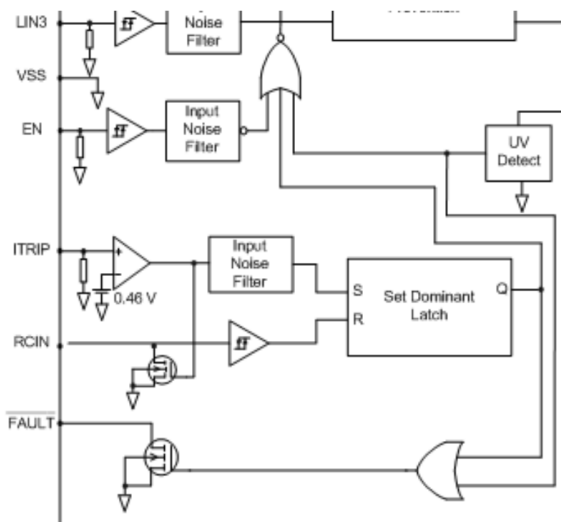
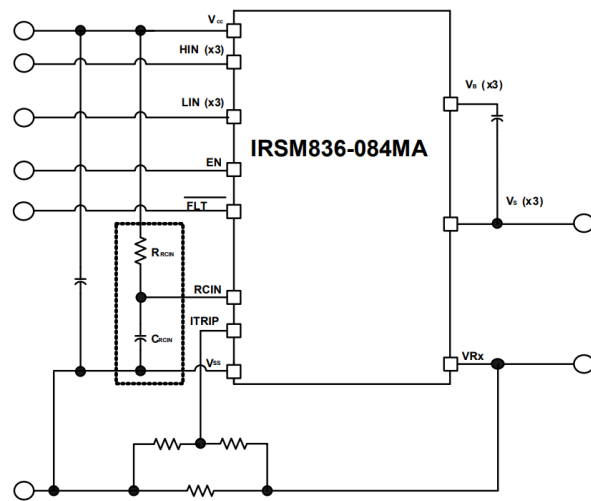

Figure 4a: Block diagram showing internal functioning of fault diagnostic and fault clear timer
Figure 4b: Programming the fault clear timer
故障清除定时器提供了一种在故障条件消失后的预设时间内自动重新启用模块运行的方法。当发生故障时，故障诊断输出 (**FLT**) 将保持低电平状态，直到故障解除和故障清除定时器到期；一旦故障清除定时器到期，**FLT** 引脚上的电压将恢复为逻辑高电平。图 4a 是方框示意图，重点展示模块内驱动芯片的故障诊断和故障清除定时器功能。如图 4b 所示，故障清除定时器是通过 **RCin** 引脚上的一个简单电阻电容 (RC) 网络定义的。